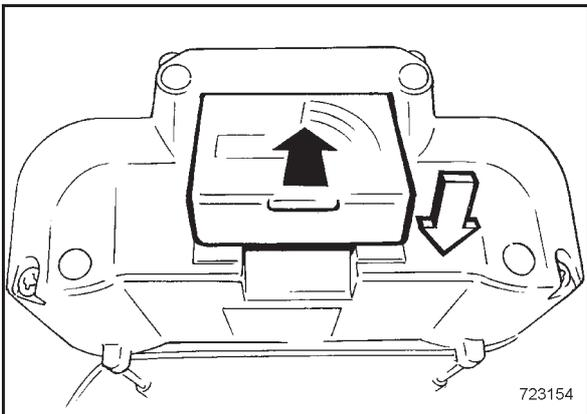

Bild 73
- Wechselakku in das Aufnahmefach einsetzen (Bild 73) und einrasten lassen.